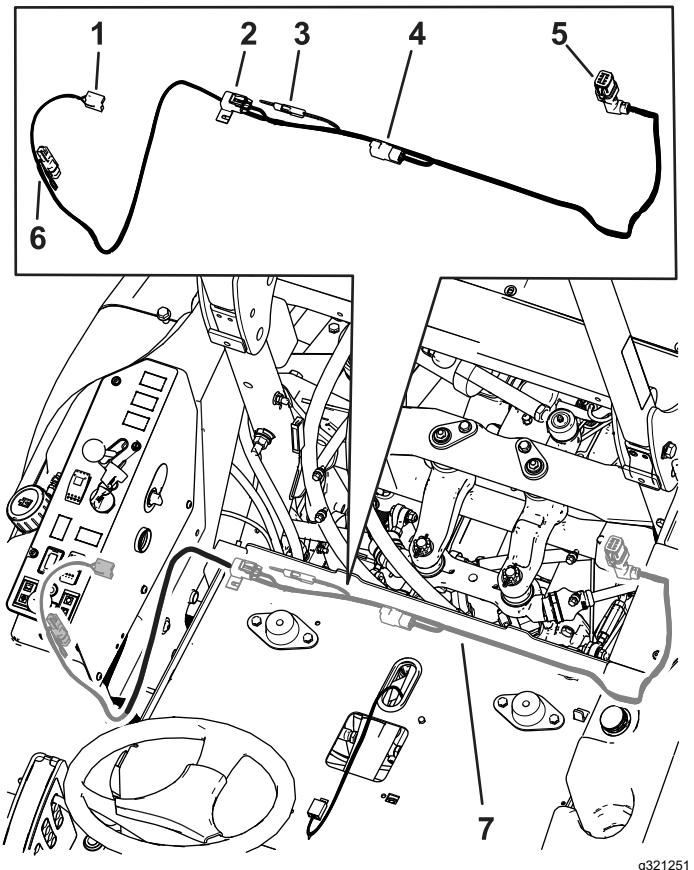

**Figura 7**
7. Rimuovete il pannello di controllo sulla consolle oppure allentate e sollevate il pannello di controllo (Figura 6 o Figura 7).
9. Installate l'allarme (Figura 7).
11. Montate la luce dalla parte superiore della consolle (Figura 7).
6. Nelle macchine con cabina montate il pannello di controllo alla consolle oppure montate il pannello di controllo nelle macchine con roll bar (Figura 6 o Figura 7).